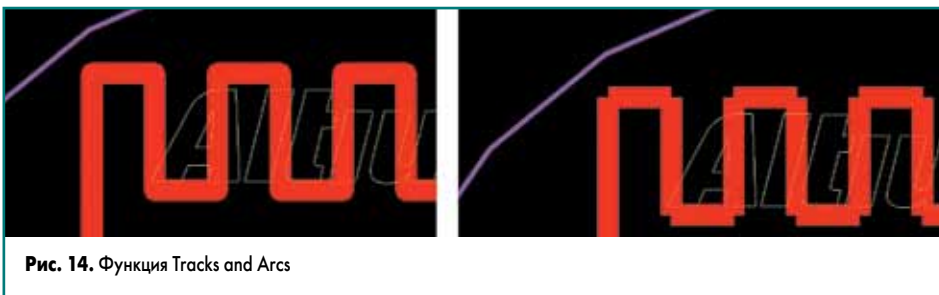

Рис. 14. Функция Tracks and Arcs
- **Tracks and Arcs** — функция, отвечающая за скругление переносимых «дорожек» (рис. 14). Устанавливаем флажок на **Export with rounded ends** для скругления.